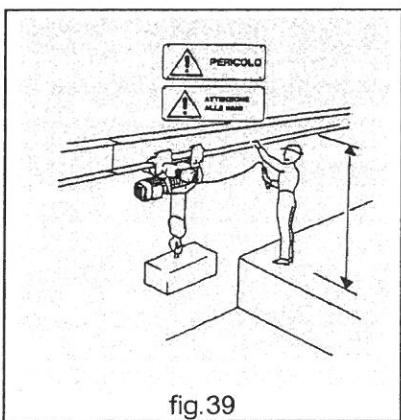

fig.39
- **SEMPRE** verificare che la via di corsa di scorrimento sia posta ad una quota che non consenta all'operatore di interferire con la sagoma dell'unità di sollevamento e/o delle sue parti in movimento. Nel caso ciò non fosse possibile provvedere alla sistemazione di opportuni ripari o di segnaletica nella zona a rischio (fig.39).